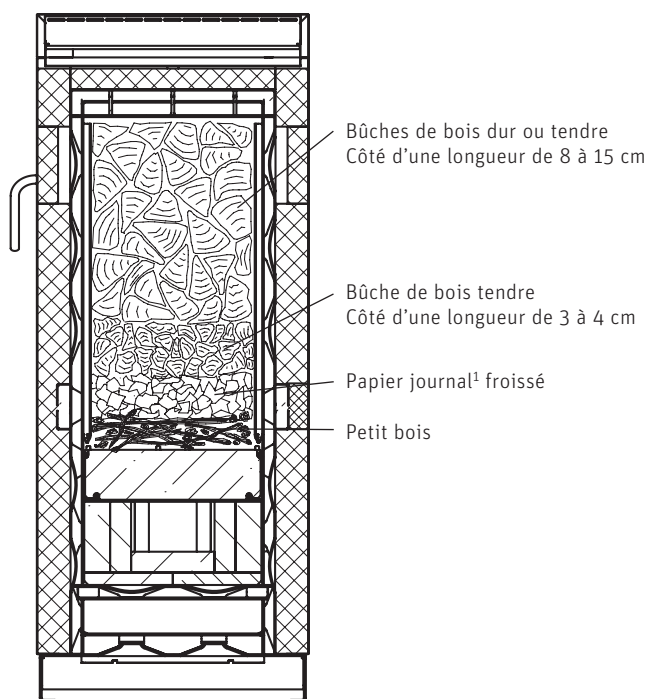

Fig. 8 Vue en coupe du foyer
- 2.) **Placer** d'abord de petites **bûches**, puis de plus grandes, et remplir le foyer en fonction des besoins – Fig. 8.